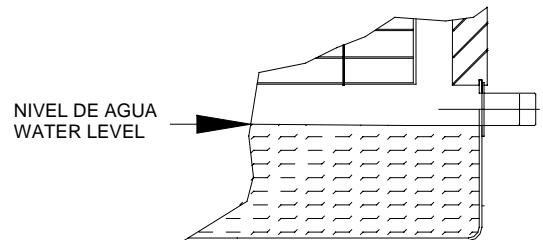

Fig.: 5
2. Llenar de agua la bandeja hasta un nivel de 10 /20 mm por debajo del nivel del rebosadero.(Fig.: 5)
2. Fill the basin with cold water up to a level of 10 / 20 mm beneath the level of the overflow.(Fig.: 5)